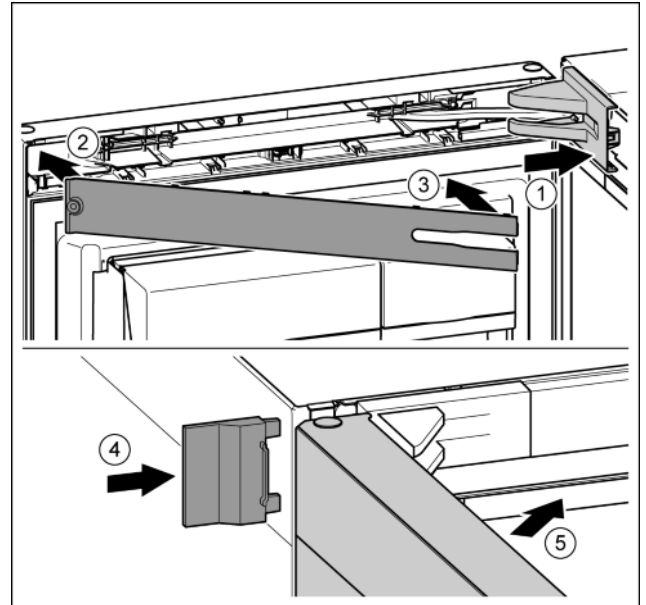

Fig. 39
- Lagerbockabdeckung aufsetzen und einrasten, ggf. vorsichtig auseinanderdrücken. Fig. 39 (1)
- Blende aufsetzen. Fig. 39 (2)
- Blende einschwenken und einrasten. Fig. 39 (3)
- Äußere Abdeckung aufschieben. Fig. 39 (4)
- Obere Tür schließen. Fig. 39 (5)